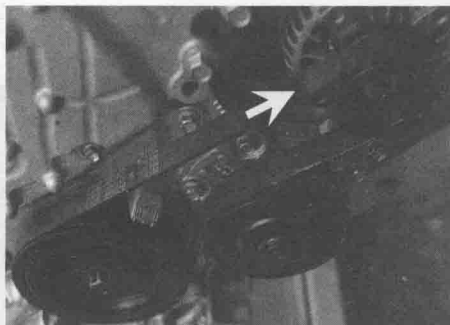

图 1-4 做发动机旋转记号
(2) 拆卸散热器上空气导流板。
(3) 断开蓄电池负极。
(4) 举升车辆到所需位置并锁止。
(5) 拆卸发动机后部右侧底罩。
(6) 拆卸传动带前, 必须用记号笔标出旋转方向, 如图 1-4 所示。如果皮带沿错误方向旋转, 可能导致皮带断裂。安装时, 应确保皮带正确坐落在皮带轮槽内。